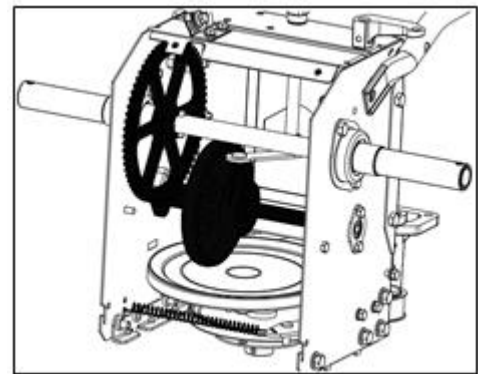

Abb. 22
- 2) Tragen Sie eine dünne Schicht Universalfett auf die Welle auf. Siehe Abbildung 22.